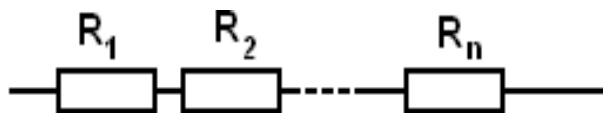

Рис.1. Последовательное соединение
1. Последовательное соединение – это такое соединение, при котором к концу одного резистора присоединяется начало второго и при этом образуется неразветвленная цепь или участок цепи. (рис.1)